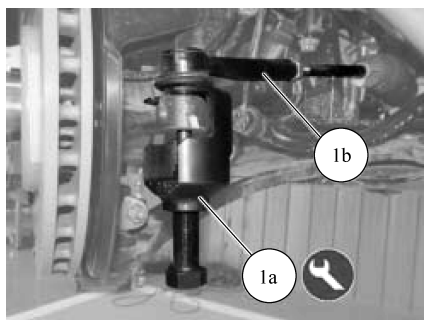

图 4-7 断开转向拉杆
- 21) 使用提取器 (1a)，将转向拉杆 (1b) 从车轮支柱断开，如图 4-7 所示。